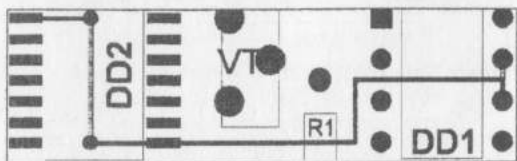

Рис. 2.20. Трасса A4 после коррекции
- как только проводник остановится, щелкнуть ЛК — рис. 2.20;